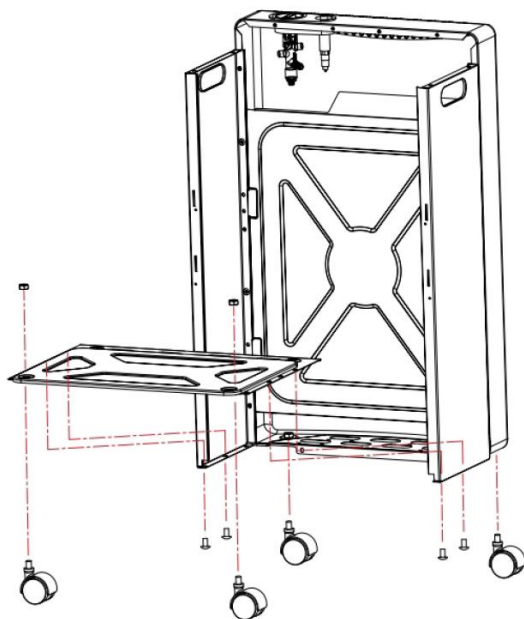

Рисунок 2
2. Присоедините два колеса  ко дну лицевой панели прибора (6). Присоедините два других колеса к нижней панели (10) с помощью двух гаек . Используйте 4 болта 5*8 мм  для присоединения нижней панели (10) к левой и правой стенкам (см. рисунок 2)